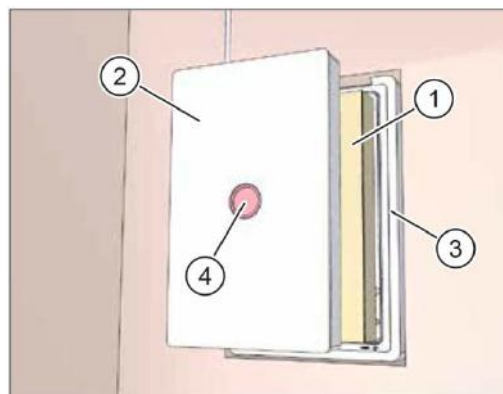

Рис. 15: вставить картонную вставку и гипсовую защитную крышку
- ▶ Вставьте картонную вставку (поз. 1 на рис. 15) в монтажную коробку (поз. 3 на рис. 15) до упора.
- ▶ Вставьте защитную гипсовую крышку (поз. 2 на рис. 15) в монтажную коробку (поз. 3 на рис. 15) до упора.
- ▶ Проверьте, чтобы красная сигнальная крышка (поз. 4 на рис. 15) находилась в гипсовой защитной крышке.
- ▶ Перед использованием монтажной пены убедитесь в том, что защитная крышка (поз. 1 на рис. 15 на стр. 22) установлена.